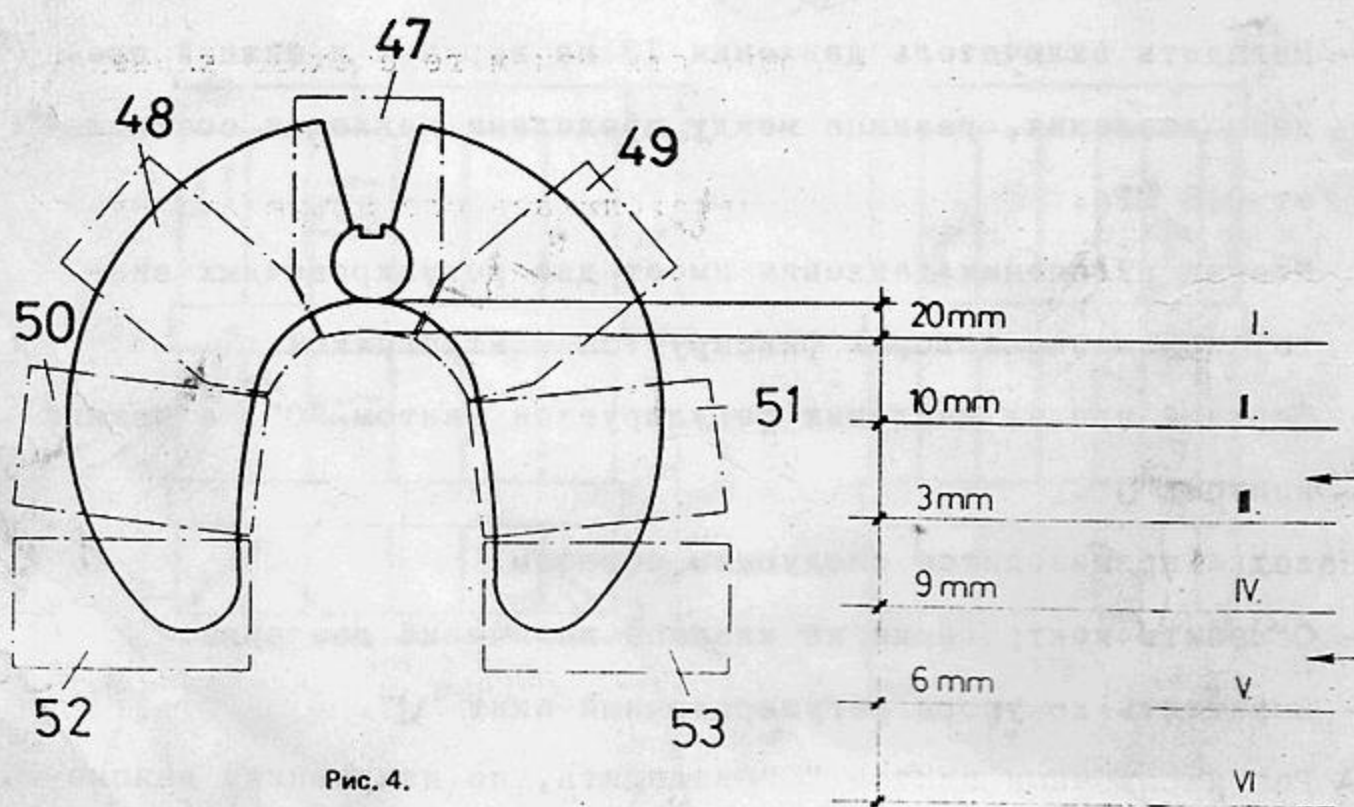

Рис. 4.
6.4.4. Периоды движения сердечника пластин вперед при базовой наладке машины /Рис.4./